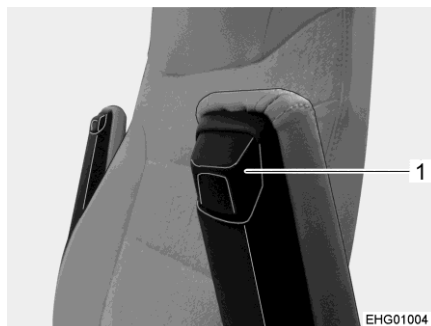

Bild 24 Armlehne (Variante Aguti)
- Verriegelung (Bild 24,1) drücken und Armlehne in gewünschte Position schwenken.